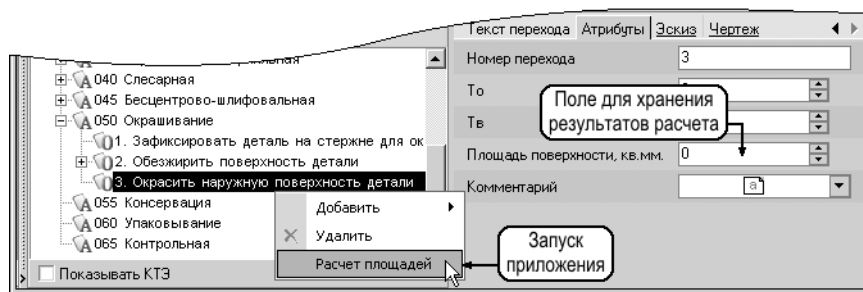

Рис. 11.1. Запуск приложения «Расчет площадей»
Вызов приложения осуществляется из контекстного меню дерева ТП, при этом курсор должен быть установлен на основном переходе, для которого проводится расчет площади (рис. 11.1). Результат расчета площади хранится в специальном поле **Площадь поверхности** на вкладке **Атрибуты** основного перехода.
8. Нажмите кнопку **Сохранить** для копирования результата (суммарной площади) в поле **Площадь поверхности** (вкладка **Атрибуты основного перехода**, рис. 11.1). После процедуры сохранения результата приложение закроется автоматически.
Чтобы рассчитать полную площадь поверхности 3D-модели, загруженной в окно вкладки, нажмите кнопку **Рассчитать** и выберите пункт **Всю площадь** (рис. 11.5). Затем нажмите кнопку **Сохранить** для копирования результата в поле **Площадь поверхности** (вкладка **Атрибуты** основного перехода, рис. 11.1). После процедуры сохранения результата приложение закроется автоматически.
После проведения расчета площади поверхности система позволяет рассчитать нормы расхода вспомогательных материалов. Расчет ведется автоматически, если к основному переходу с заполненным полем **Площадь поверхности** (см. рис. 11.1 в разделе 11.1) добавить вспомогательный материал из Универсального технологического справочника.